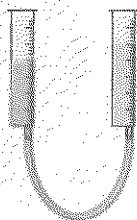

Рис. 5
1. Виготовте вдома з корпусів одноразових шприців та шматків гумової трубки сполучені посудини (рис. 5). Визначте умову рівноваги в цих посудинах стовпчиків води та олії.